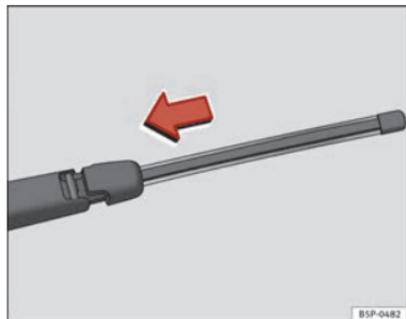

Fig. 132 Pose du balai d'essuie-glace arrière
- Placez le balai comme indiqué sur la figure ⇒ fig. 132 puis faites glisser l'adaptateur jusqu'à ce qu'il s'emboîte.